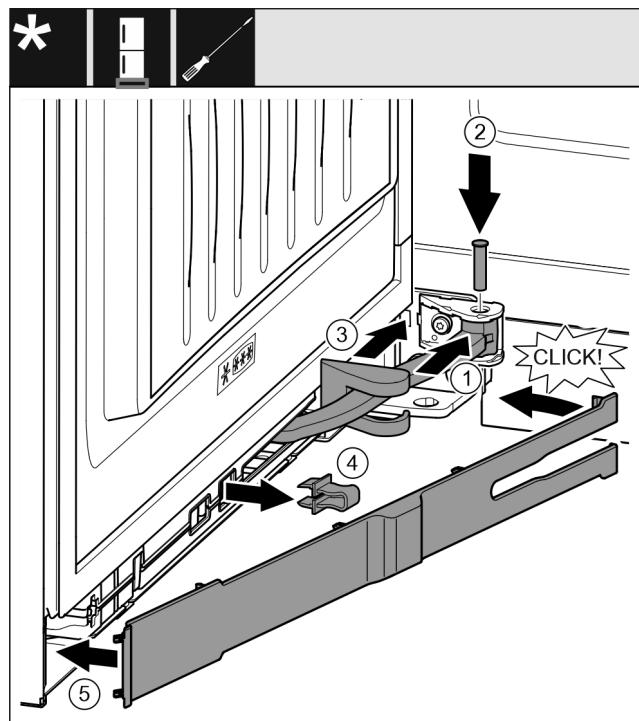

Fig. 49
- ▶ 将铰链 Fig. 49 (1)旋转至悬挂装置。
- ▶ 用螺丝刀将螺栓 Fig. 49 (2)插入悬挂装置和铰链。同时注意止动凸轮需正确地位于凹槽中。
- ▶ 沿着铰链推动托架盖 Fig. 49 (3)，并将其安装到悬挂装置上。
- ▶ 取下保险装置 Fig. 49 (4)。
- ▶ 将隔板 Fig. 49 (5)放上并转入把手侧。